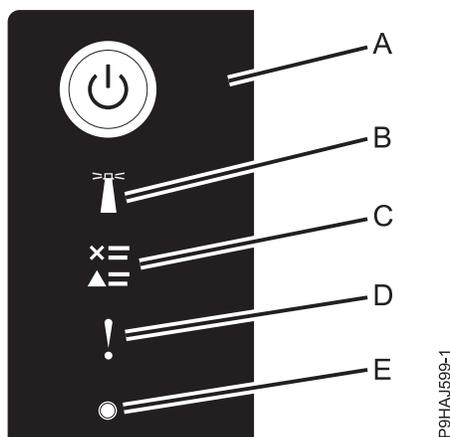

Figura 5. LEDs do Painel de Controle
3. Pressione o botão power (**A**) no painel de controle, conforme mostrado na Figura 5.